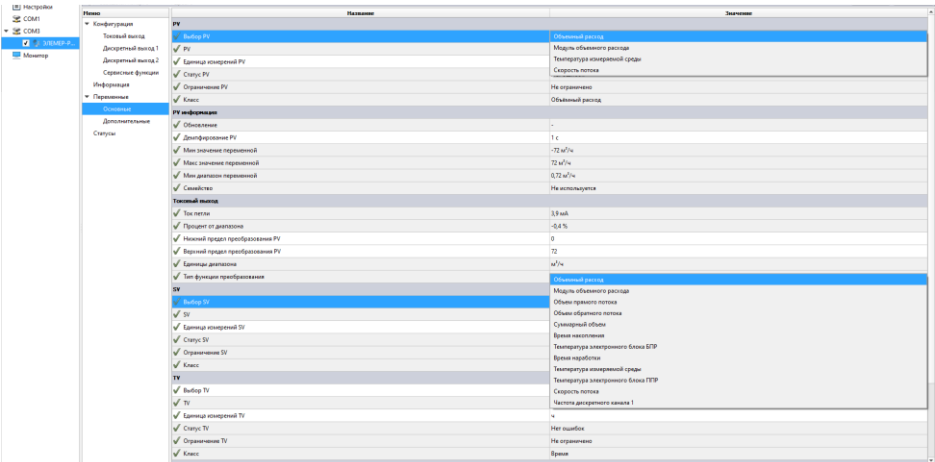

Рисунок 2.23 – Меню «Переменные», подменю «Основные»
2.7.5.3 Гибкая система назначений позволяет независимо связывать переменные прибора с унифицированным выходным сигналом (первичной переменной) и дискретными выходами, а также назначать их на вторичные переменные (рисунок 2.23). Допустимые комбинации назначений приведены в таблице 2.30.